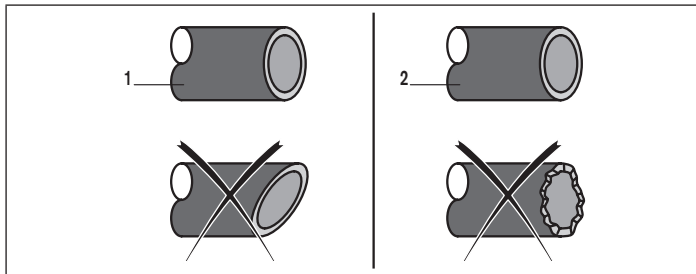

Fig. 11: Abgeschnittenes und entgratetes Rohr
- Das Rohr rechteckig abschneiden [1] und entgraten [2]. Siehe Fig. 11.